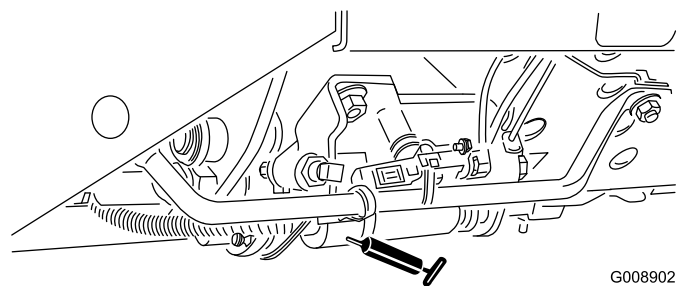

Рисунок 41
- Ползунок режима скашивания/транспортировки (Рисунок 41)